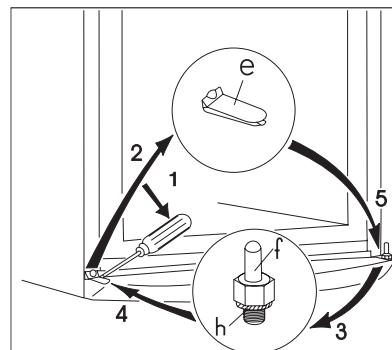

рис. 4
- С помощью отвертки вытащите вставку (e) нижней вентиляционной решетки (Рис. 4).
- Вывинтите нижнюю дверную петлю (h, f) морозильного отделения и снова привинтите её на другой стороне. При этом не забудьте поставить подкладную шайбу (h) (рис. 4).
- Установите дверь морозильного отделения на верхнюю дверную петлю (f) (рис. 4).